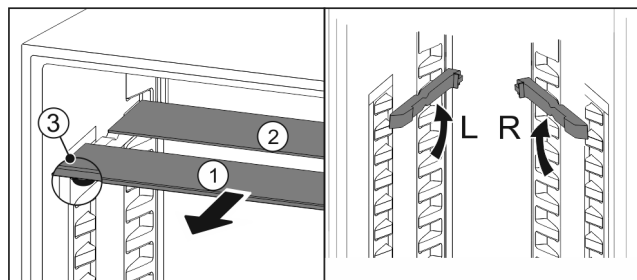

Fig. 163
- estrarre i ripiani di vetro singolarmente tirando in avanti Fig. 163 (1).
- Il piano in vetro Fig. 163 (1) con il motivo ornamentale è nella parte anteriore.
- I fermi Fig. 163 (3) sono rivolti verso il basso.